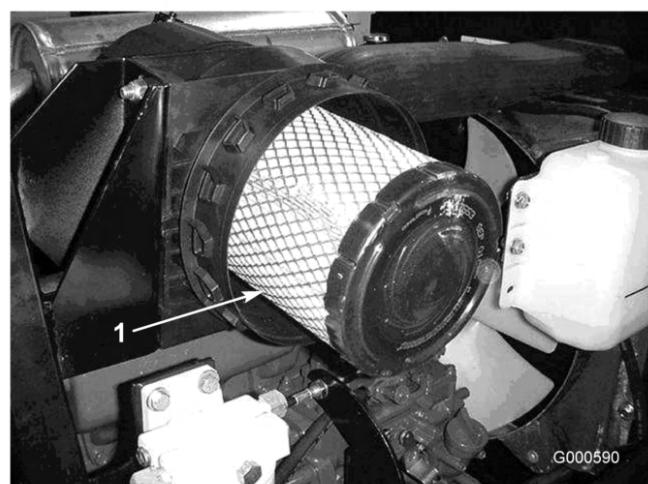

Figura 32
3. Togliete il filtro primario e sostituitelo (Figura 32).